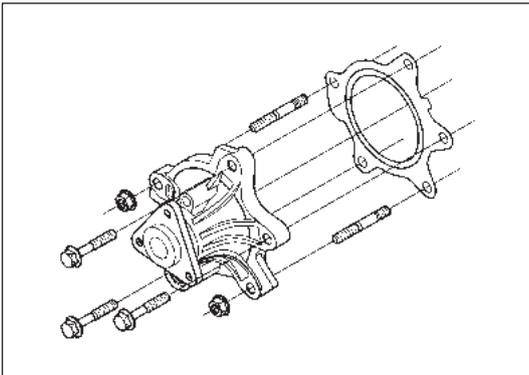

Рис. 10-4-4. Снятие насоса ОЖ и прокладки насоса ОЖ
- б) Снять насос охлаждающей жидкости и прокладку, как изображено на рис. 10-4-4.